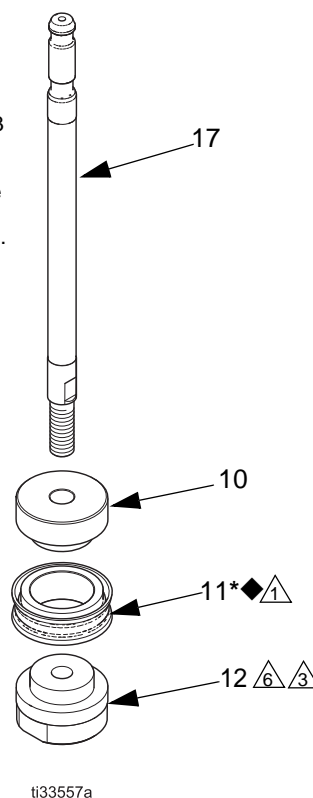

FIG. 3. Monte ou desmonte o pistão (Apenas modelos de 750 cc)
Apenas modelos de 750 cc: Coloque o selo do pistão (11* ◆) no pistão (10). Consulte a FIG. 3 na página 7.
2. Aplique muita força (vermelho) Loctite® 263 ou 2760 nas roscas de diâmetro interno na porca do pistão (12). Parafuse a haste (17) no pistão (10) e no espaçador (40, não usado nos modelos 750 cc) e na porta do pistão (12). Coloque a porca do pistão com um torque de 95-100 pés-lb (129-135 N•m). O selante deve secar por, no mínimo, 12 horas, antes do uso.